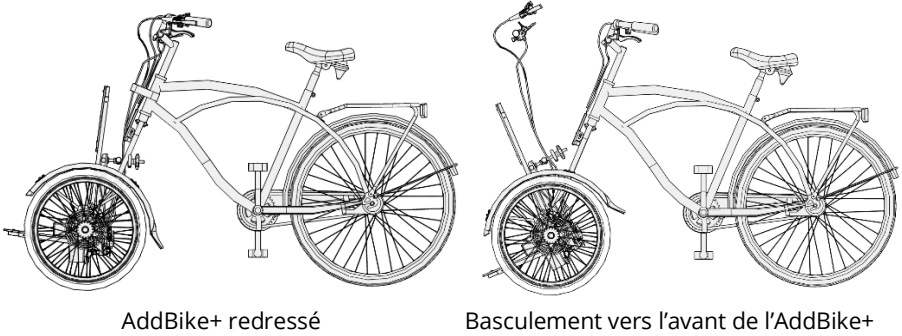

Figure 62 - Basculement de l'AddBike+
- Basculez l'AddBike+ vers l'avant jusqu'à ce que l'assise repose au sol (Cf. figure 62) ;